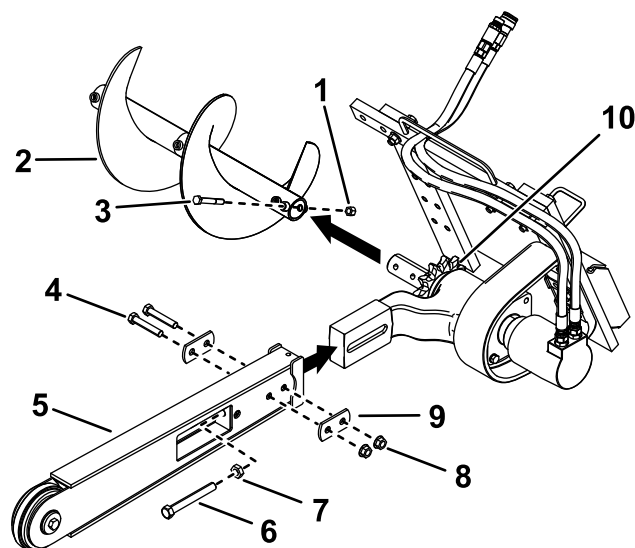

図 3
3. スポイルオーガを固定しているボルトとナットを外してオーガを取り外す 図 3。
4. ブームの側面に付いているボルト 5/8 x 3-1/2 本、ナット 5/8" 2 個、ダブルワッシャ 2 枚を外す 図 3。
5. 調整ボルトとジャムナットをゆるめる 図 3。